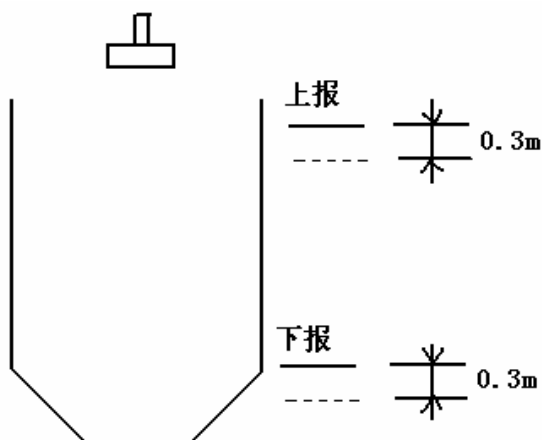

图 38
7.1.5 不报警时继电器仍处于报警状态。为了防止在报警点上继电器不停的跳动，继电器报警与LED报警不同，LED报警线为一点，而继电器报警线为一区间，该区间值为 0.30m ，如图38所示。